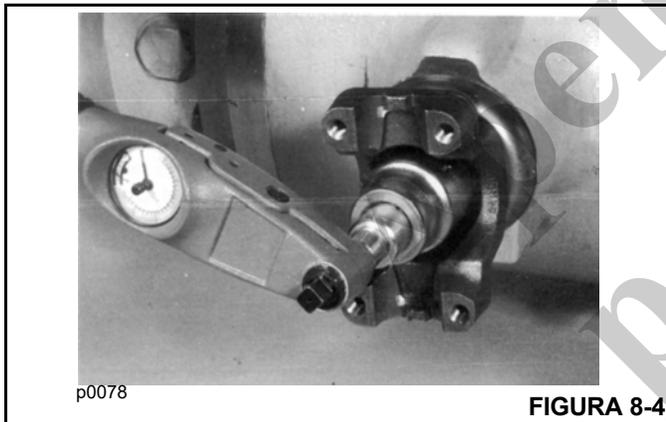

FIGURA 8-4
1. Remova as rodas e os pneus e desconecte o eixo de acionamento. Meça o torque de rolamento do eixo e registre a leitura, Figura 8-4.